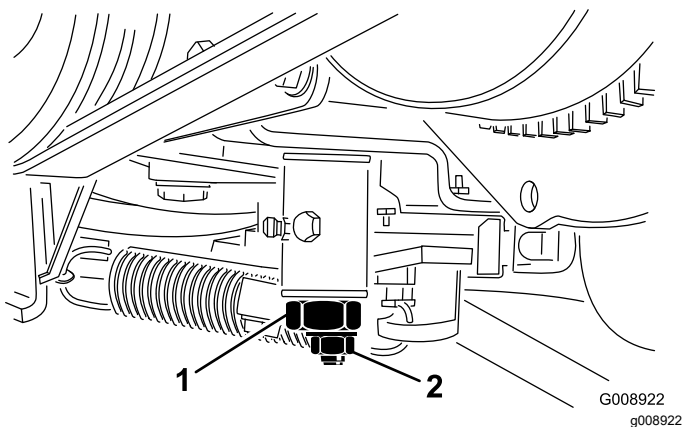

Рисунок 55
3. Ослабьте контргайку на кулачке регулировки тяги (Рисунок 55).